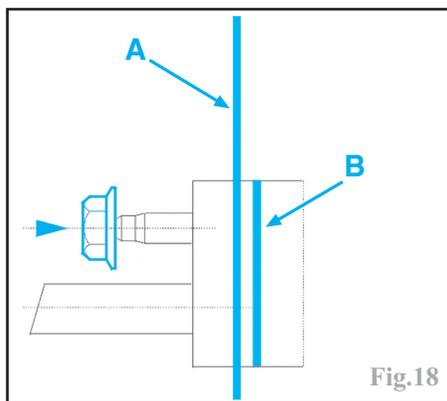

Fig.18
Lors de la repose des tuyaux de réfrigération, la face d'appui (A) de la bride devra être en appui sur la face d'appui (B) condenseur avant le serrage de l'écrou (Fig.18).